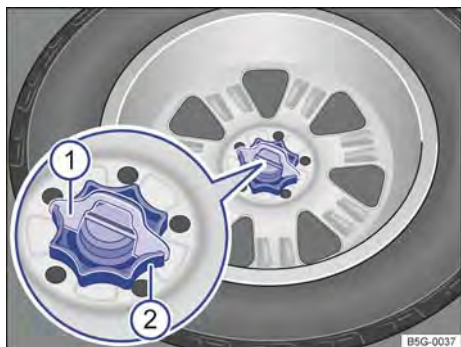

Fig. 248 En el maletero: ruedecilla para fijar la rueda de repuesto.
- Extraiga la cuña del seguro antigiro → fig. 248 ① hacia arriba.
- Desenrosque por completo la ruedecilla central que sujeta la rueda de repuesto ②, en el sentido contrario al de las agujas del reloj, y extraiga la rueda.